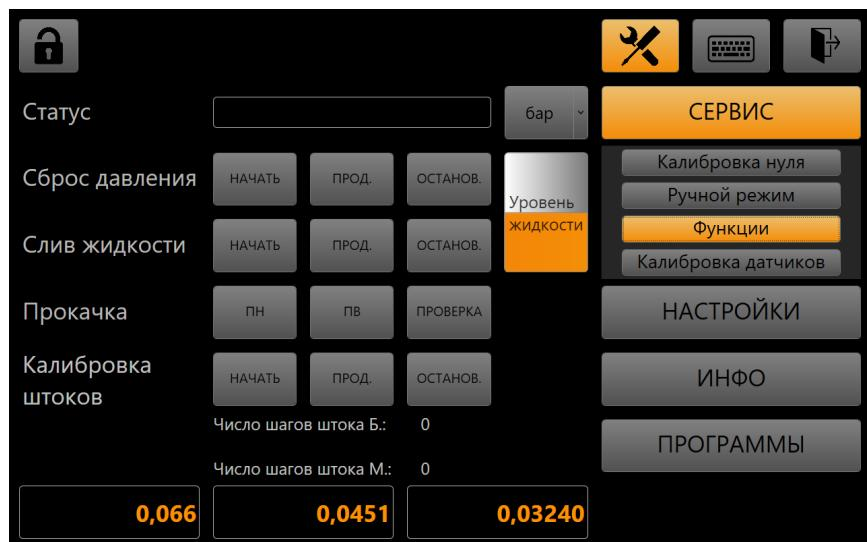

Рис. 14. Меню функций сервиса
7.8.3.3.1 Прокачка нижнего (силового) блока. Предварительно требуется открутить заглушку сбоку силового блока, установить на ее место специальный клапан после чего нажать кнопку **ПН** (рис. 14). Появится сообщение «Проверьте, что клапан установлен вместо заглушки», нажмите **Продолжить**. Начнется алгоритм прокачки, из клапана будет выходить воздух и рабочая жидкость.
После нажатия кнопки **ПВ** (рис. 14) появляется сообщение: «*Проверьте, что заглушка установлена на место. Установите ёмкость для сброса жидкости под выходной порт*». Следует выполнить данные инструкции, после чего нажать кнопку **Продолжить**. По кнопке **Отмена** осуществляется отмена алгоритма прокачки и выход в меню.
Проверка выполняется для определения необходимости выполнения прокачки калибратора. Для выполнения проверки заглушка должна быть установлена на свое место сбоку силового блока. Для начала проверки нажать кнопку **Проверка** в строке **Прокачка** меню **Сервис → Функции** (рис. 14). Начнется алгоритм проверки, по окончании которого появится сообщение: «*Система заполнена. Степень прокачки 80%. Прокачка не требуется.*». Нажмите **Выход** для возврата в меню. Чем больше степень прокачки (СП), тем быстрее калибратор создает давление, допустимые значения СП 50-100%.